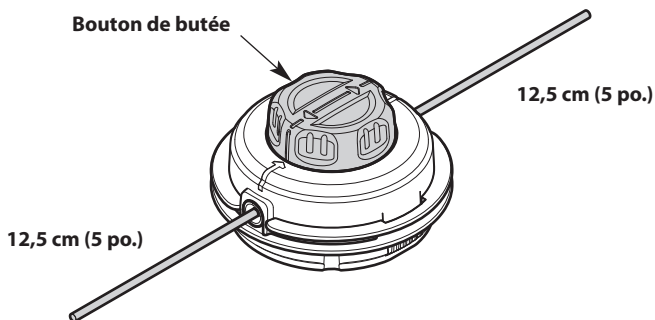

Fig. 24
- Tournez le bouton de butée pour enrouler le fil jusqu'à ce qu'environ 12,5 cm (5 po) dépassent de chaque côté de la tête de coupe (Fig. 24).